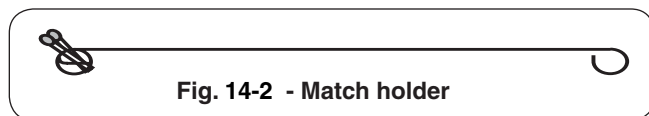

Fig. 14-2 - Match holder
2. Insérez un allumeur brûlant de butane de long-baril, une allumette brûlante de long-tige, ou une allumette brûlante tenue par un support de prolongation de fil (Fig.14-2) par les grilles à cuire au brûleur. (Fig.14-3). Pour des backburners, tenez la flamme contre le matériel perforé du backburner. Pour des sideburners, tenez la flamme contre le brûleur.